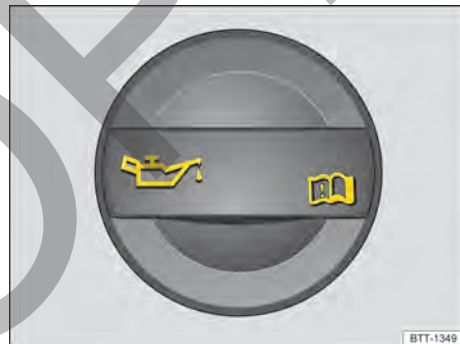

Fig. 185 En el vano motor: tapa de la boca de llenado de aceite del motor (representación esquemática).
4. Localice la boca de llenado de aceite del motor y la varilla de medición del nivel de aceite. La boca de llenado se reconoce por el símbolo que hay sobre la tapa → fig. 185, y la varilla de medición, por su extremo superior de color. Si no tiene claro dónde se encuentran la tapa y la varilla de medición, acuda a un taller especializado.
9. Desenrosque la tapa de la boca de llenado de aceite → fig. 185.